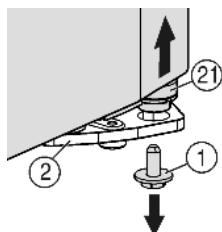
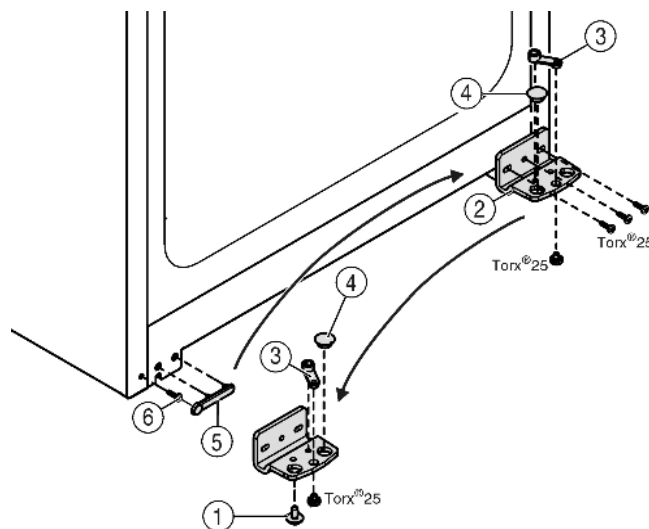

Fig. 5
Fig. 6
- ▶ V pravo dolu na konzole ložiska vyskrutkujte poistnú skrutku Fig. 5 (1).
- ▷ Čap ložiska Fig. 5 (21) sa uvoľní z konzoly ložiska Fig. 6 (2).
- ▶ V prípade, že sa čap ložiska Fig. 5 (21) neuvoľní, čap vytlačte zdola.
- ▶ Odskrutkujte ložiskovú konzolu Fig. 6 (2).
- ▶ Ložiskový diel Fig. 6 (3) odskrutkujte a premiestnite ho do protiahlého otvoru uloženia ložiskovej konzoly, opäť priskrutkujte.
- ▶ Tŕň Fig. 6 (4) vyberte z ložiskovej konzoly a premiestnite ho do protiahlého otvoru uloženia ložiskovej konzoly.
- ▶ Opatrne odoberte kryt Fig. 6 (5) na strane držadla.
- ▶ Vyskrutkujte skrutku Fig. 6 (6) a zaskrutkujte na opačnej strane.
- ▶ Opäť nasadte kryt Fig. 6 (5).
- ▶ Ložiskovú konzolu Fig. 6 (2) pevne naskrutkujte na novej strane závesu (s ťahovacím momentom 4 Nm), príp. pomocou akumulátorového skrutkovača.
- ▶ Poistnú skrutku Fig. 5 (1) zaskrutkujte dolu do ložiskového čapu a dotiahnite (s ťahovacím momentom 4 Nm).